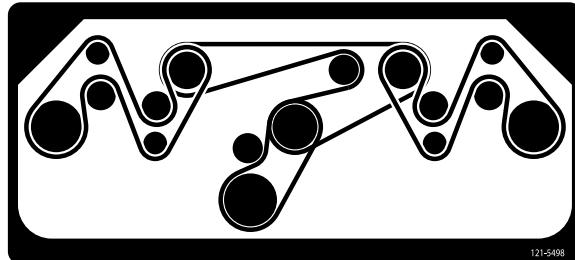

Figure 24
4. Acheminez la courroie neuve autour des poulies et de la poulie de tension, comme indiqué à la Figure 24.